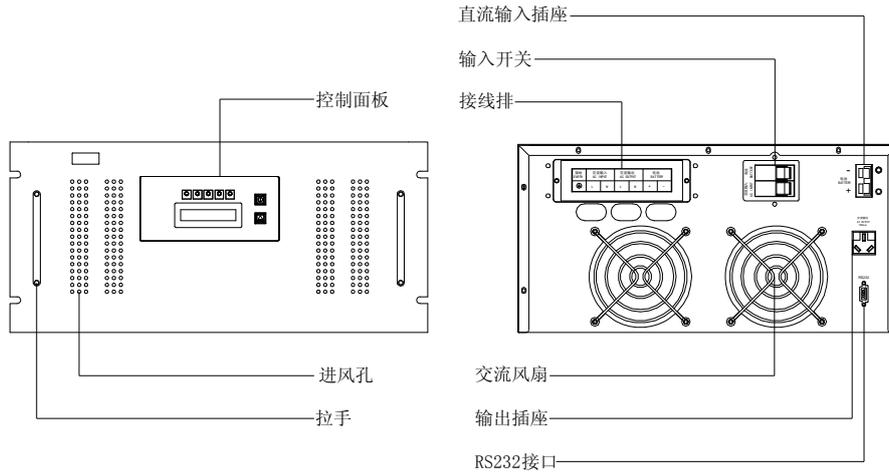

图 3-12
4. 4KVA-6KVA LCD 显示面板机架式逆变电源前面板和后面板外观示意图如图 3-12 或 3-13, 3-14 所示。